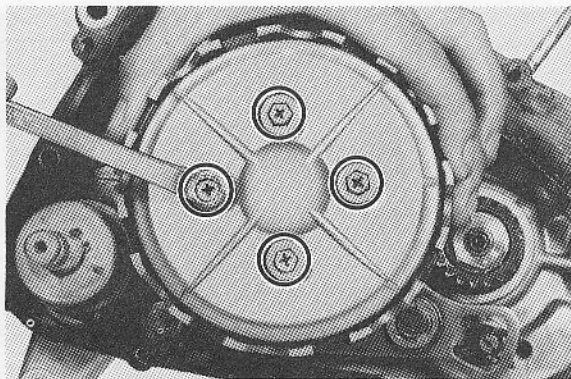

Fig. 3-2-8
1. Remove for clutch spring holding screws, pressure plate, clutch plates, friction plates, push rod 1 and ball. (Fig. 3-2-8)
1. Enlever les quatre vis de retenue des ressorts d'embrayage, la plaque de pression, les disques d'embrayage, les disque de friction, la tige poussoir 1 et bille. (Fig. 3-2-8)